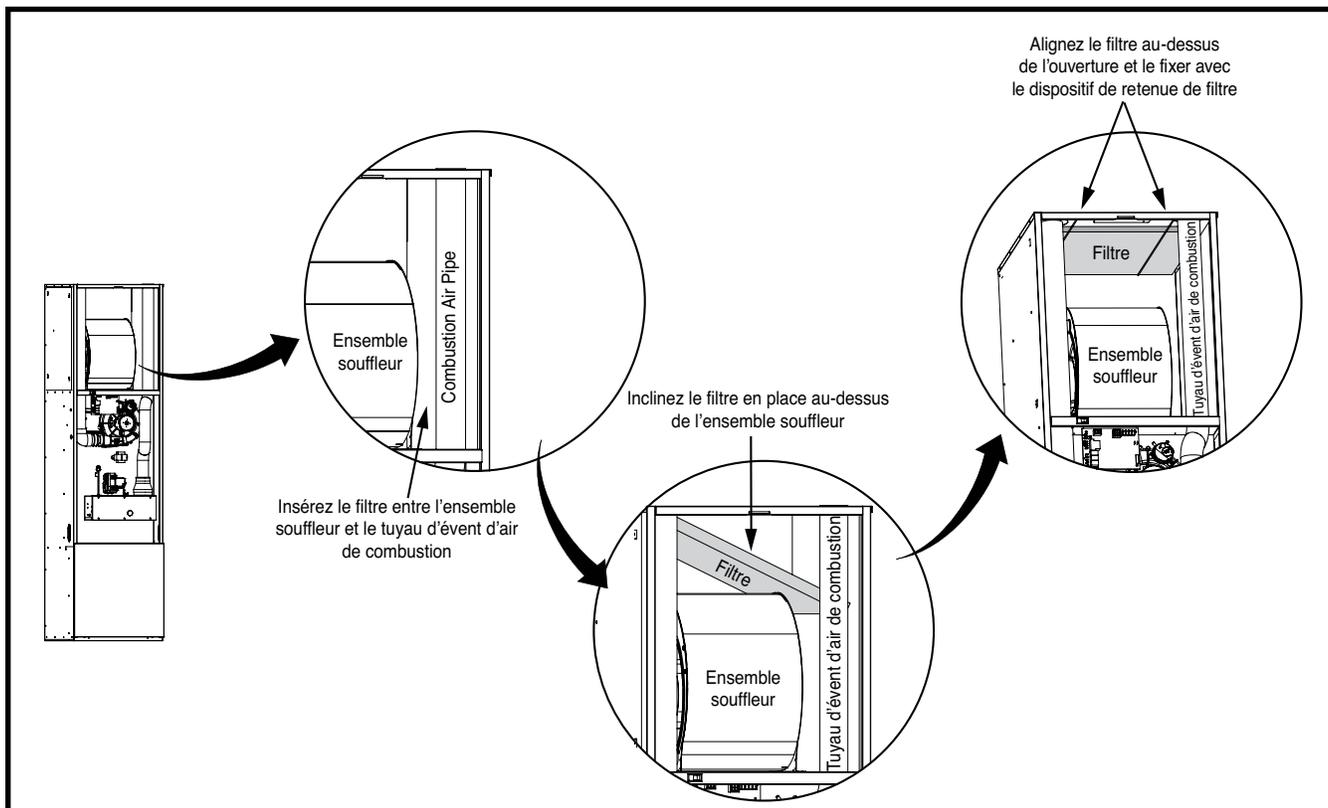

Figure 8. Installation du filtre
1. Glissez le filtre standard de 18 po x 18 po x 1 po dans l'espace entre le tuyau d'air de combustion et l'ensemble souffleur. Voyez la Figure 8. **REMARQUE** : Assurez-vous que les flèches de circulation d'air du filtre pointent vers l'ensemble souffleur.
4. Alignez uniformément le filtre au-dessus de l'ouverture au haut de l'armoire de la fournaise, puis placez l'autre extrémité du dispositif de retenue de filtre au-dessus du rebord dans le panneau supérieur de la fournaise. **REMARQUE** : Pour bien fixer le filtre, assurez-vous que le dispositif de retenue de filtre est bien positionné dans le panneau supérieur de la fournaise. Il ne doit y avoir aucun espace d'air visible. Le dispositif de retenue peut glisser légèrement vers la gauche ou la droite, mais il ne doit y avoir aucun mouvement de l'avant à l'arrière. Voyez la Figure 8.